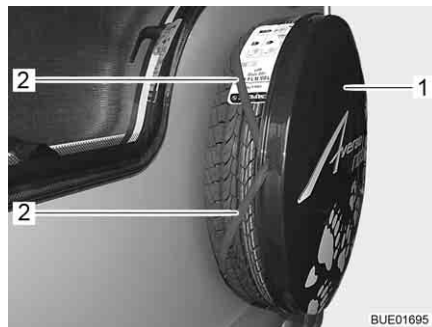

Bild 226 Täckplatta
- Ta bort (Bild 226,1) fästplattan. Dra av gummibandet (Bild 226,2) från däck för att göra detta.